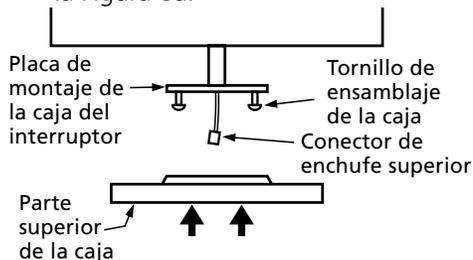

Figura 8a - Forma de instalar la parte superior de la caja del interruptor en la placa de montaje de la caja.
1. Instale parcialmente dos tornillos #6-32 x 3/8" dentro de la placa de montaje de la caja del interruptor, como se muestra en la Figura 8a.
2. Pase el conector de enchufe superior a través de la abertura central de la parte superior de la caja del interruptor. Vea la Figura 8a.